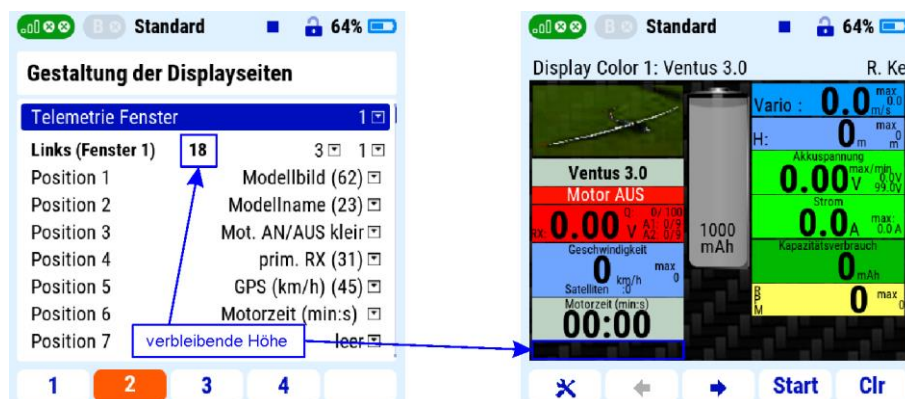

Abbildung 71: Exemplarische Displayseite mit den Standardwerten der Rand und Kachelabständen.
Das *Modellbild (62)* aus Abbildung 71 linkes Bild: